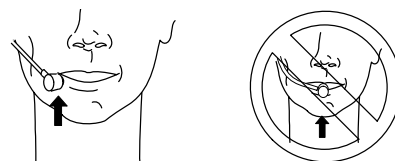

Рис.5 Расположение микрофона гарнитуры
2. Расположите микрофон гарнитуры на расстоянии, примерно 1.5 см в стороне от угла рта. Рис. 5